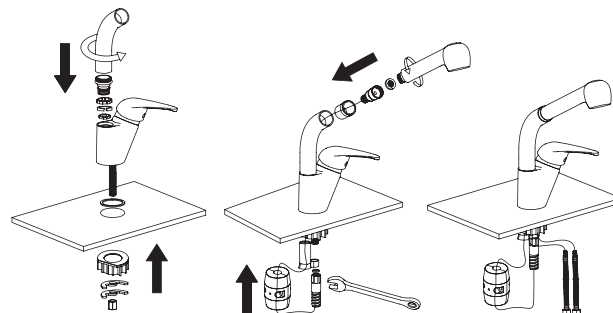

Рис. 3 / 3-сур.
4. Соберите смеситель согласно схеме установки (см. рис. 3).